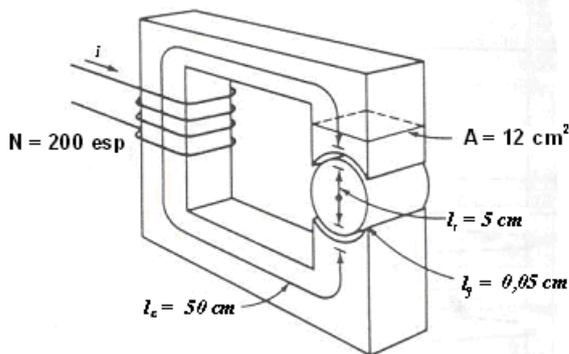

Fig. 4
4.-La Fig. 4 muestra un rotor y un estator simplificados para un motor de corriente continua. La longitud del trayecto medio del estator es de 50 cm y el área de su sección transversal es de 12 cm2. La longitud del trayecto medio del rotor es de 5 cm y el área de su sección transversal puede también suponerse de 12 cm2. Cada *entrehierro* de aire entre el rotor y el estator es de 0,05 cm de ancho y el área de la sección transversal de cada *entrehierro* de aire (incluyendo el efecto de borde) es de 14 cm2. El hierro del núcleo tiene una permeabilidad relativa de 2000 y tiene 200 espiras de alambre en el núcleo. Si la corriente en el alambre se gradúa en 1 A, ¿cuál sería la densidad de flujo resultante en los *entrehierros* de aire?